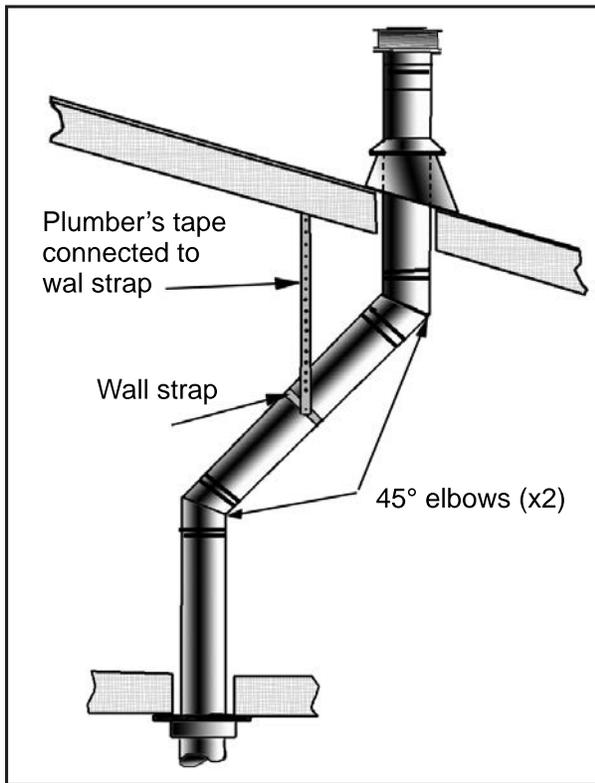
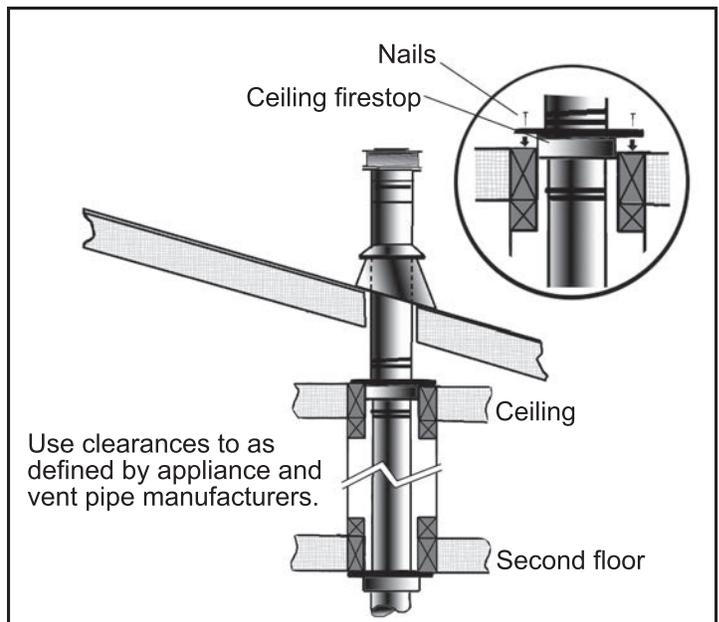

Figure 39: Utilisation de sangles murales
Figure 40: Installation de conduits d'aération à plusieurs étages
- (1) Si un déport est nécessaire dans le grenier pour éviter les obstructions, il est important de soutenir le tuyau d'évacuation tous les 3 pieds (914 mm), afin d'éviter une tension excessive sur les coudes et une éventuelle séparation. Des sangles murales sont disponibles à cet effet (voir la figure 39).
- (2) Dans la mesure du possible, utilisez des coudes à 45° au lieu de coudes à 90°. Le coude à 45° limite moins la circulation des gaz de combustion et de l'air d'admission.
- (3) Pour les installations à plusieurs étages, un pare-feu de plafond est requis au deuxième étage et à tous les étages suivants (voir la figure 40). L'ouverture doit être encadrée selon des dimensions intérieures de 10 po (254 mm) x 10 po (254 mm), de la même manière que celle illustrée à la page 24.
- (4) Toutes les zones occupées au-dessus du premier étage, y compris les placards et les espaces de rangement, traversés par l'évent vertical, doivent être fermées. L'enceinte peut être encadrée et recouverte de plaques de plâtre avec des matériaux de construction standard. Toutefois, consultez les instructions d'installation du fabricant de l'appareil pour connaître le dégagement minimum autorisé entre l'extérieur du tuyau d'évacuation et les surfaces combustibles de l'enceinte. Ne remplissez pas les espaces d'air requis avec de l'isolant.